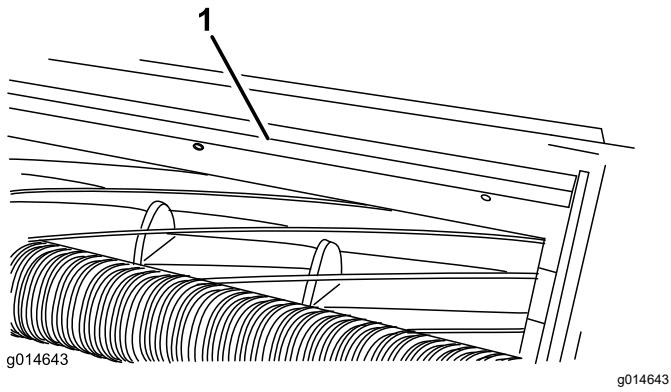

Figura 4
1. Afloje los tornillos que fijan la barra superior (Figura 4) a la unidad de corte.